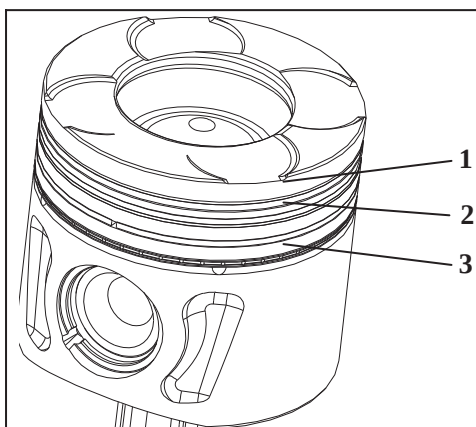

图 5-17
6.1 如图 5-17，首先装配刮油环（3），在安装油环时，先安装衬簧，再安装油环本体。